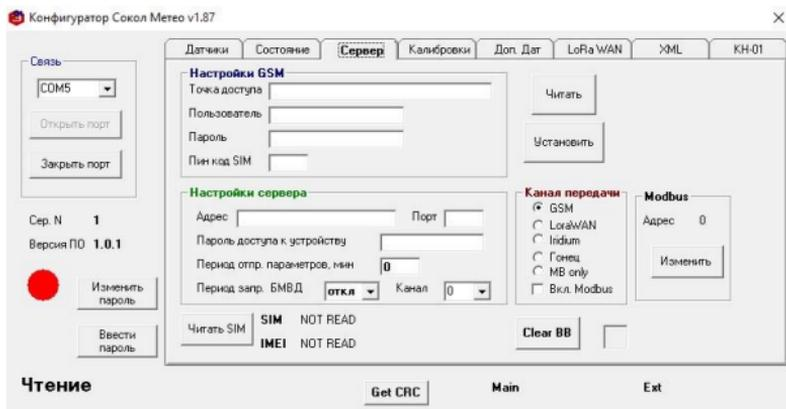

Рисунок 10 - Вкладка «Сервер» (поле ModBus)
7.4.5 Во вкладке «Сервер» отображает сетевой адрес ModBus измерителя (поле ModBus) (Рисунок 10)